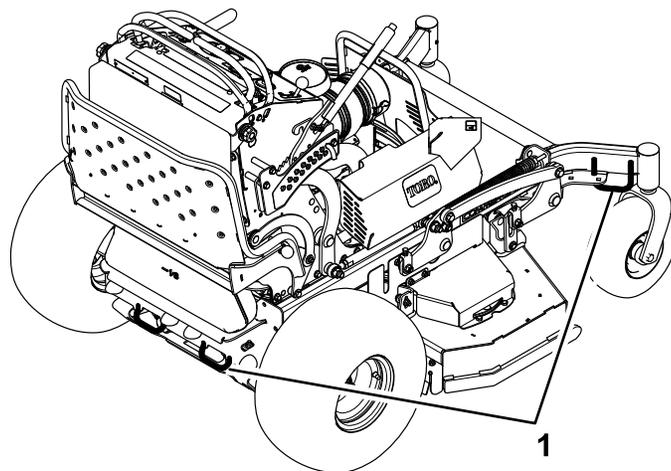

Figura 27
7. Prenda a máquina perto das rodas giratórias frontais e pára-choques traseiro com correias, correntes, cabos ou cordas (Figura 27). Consulte as diretrizes locais relativas a requisitos de dispositivos de fixação.